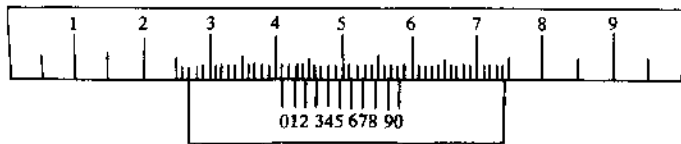

图 4
(3) 如砂轮外圆表面不平整,应用砂轮修正器进行修正。
(4) 磨削应在砂轮机转速正常后进行。
(5) 操作时,人不要正对砂轮站立,应稍侧一些,磨削时用力不得过猛。
(6) 长度小于 50 mm 的小件磨削时,应用钳子或其他工具钳住,不要用手握。
(7) 砂轮机要有安全罩。
(8) 砂轮机用毕后,应随时切断电源。
**10. 试述 0.1 mm 游标卡尺的读数方法,读出图 4 游标卡尺寸。**